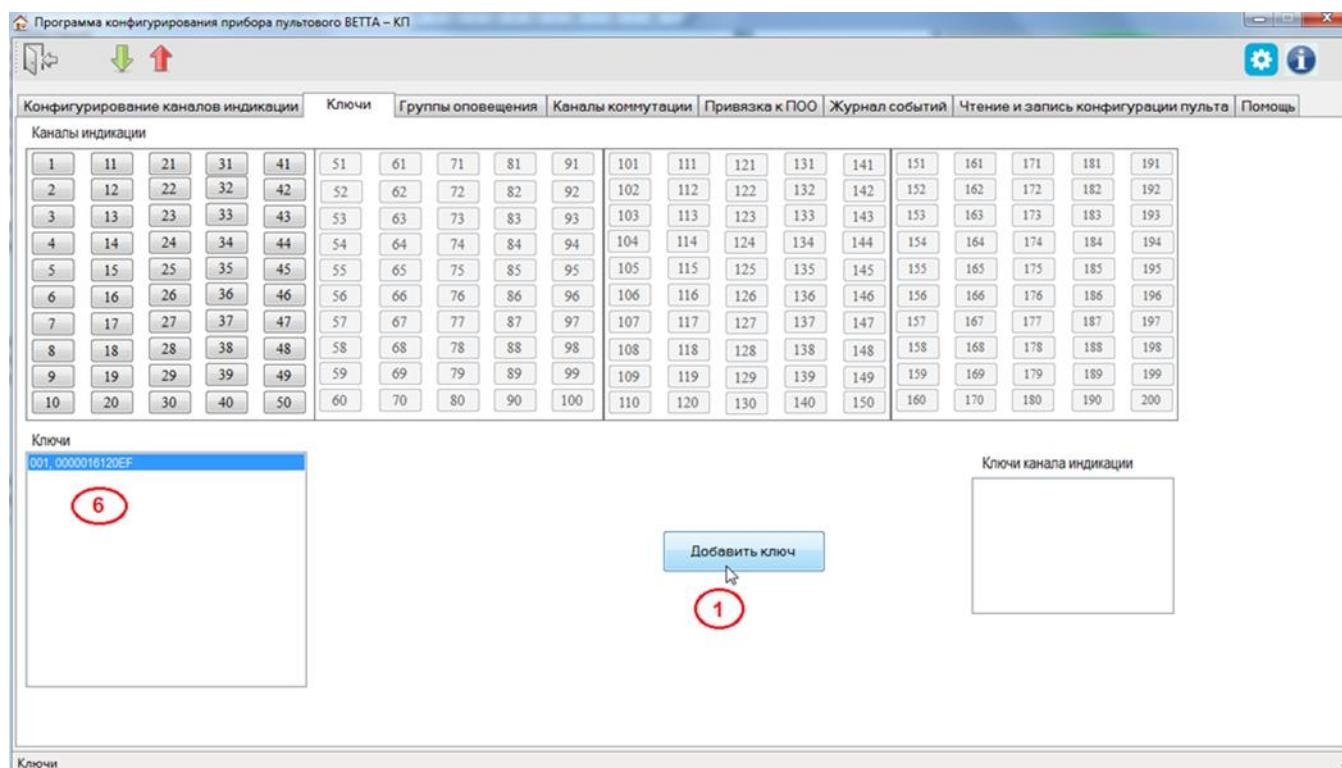

Рис. 20. Вкладка «Ключи»
5) После завершения чтения текущей конфигурации и запуска основного окна программы-конфигуратора, перейдите на вкладку «Ключи» (Рис. 20).
- 6) Нажмите кнопку «Добавить» (Рис. 20, шаг 1).
13) Записи введённых ключей будут добавлены в общий список «Ключи» (рис. 20, шаг 6) вкладки «Ключи» основного окна программы.